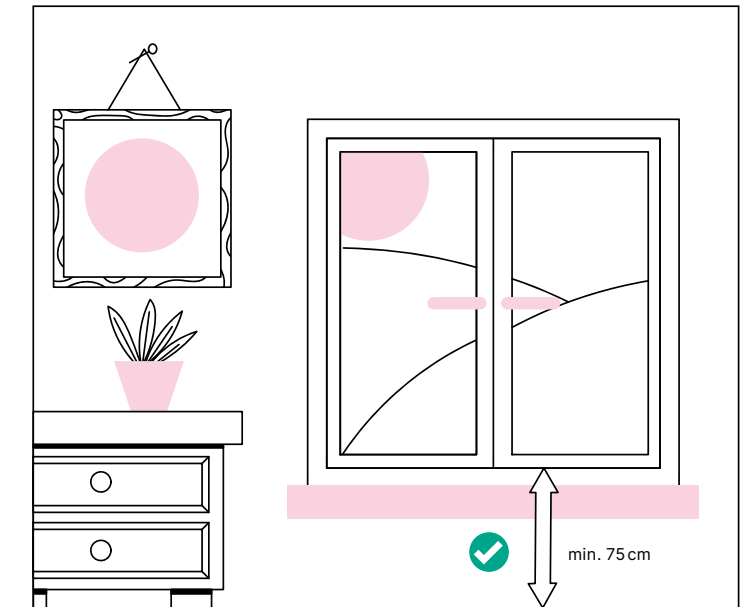

fig. 1
- De borstwering is minstens 75 cm hoog, gemeten vanop de vloer of vanop het raamtablet indien dit breed en makkelijk bereikbaar is. fig. 1